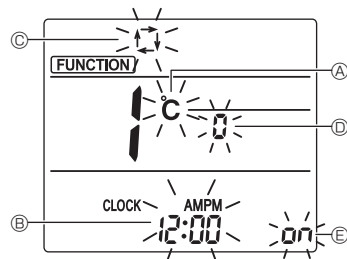

Fig. 4-11
Será apresentado o ecrã de definições do modo de visualização do ecrã. (Fig. 4-11)
4.12.2. Alterar a unidade de temperatura (Fig. 4-11 (A))
- Prima o botão **TEMP** (TEMPERATURA) (5).
4.12.3. Alterar a apresentação da hora (Fig. 4-11 (B))
- Prima o botão **TIME** (HORA) (6).
4.12.4. Alterar o modo AUTO (AUTOMÁTICO) (Fig. 4-11 (C))
- Prima o botão **AUTO** (AUTOMÁTICO) (7).
4.12.5. Alterar o número de par (Fig. 4-11 (D))
- Prima o botão **UP** (4).